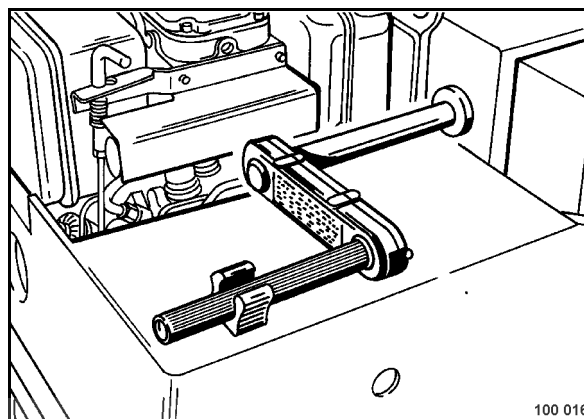

fig. 29
- Fixer la manivelle dans son support (fig. 29).